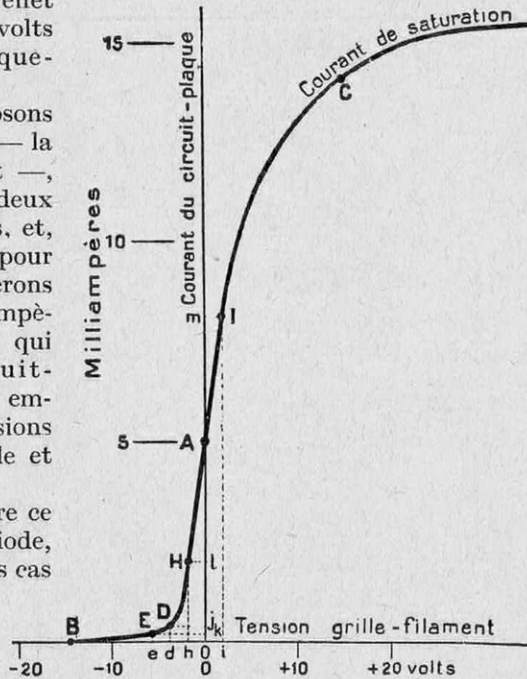
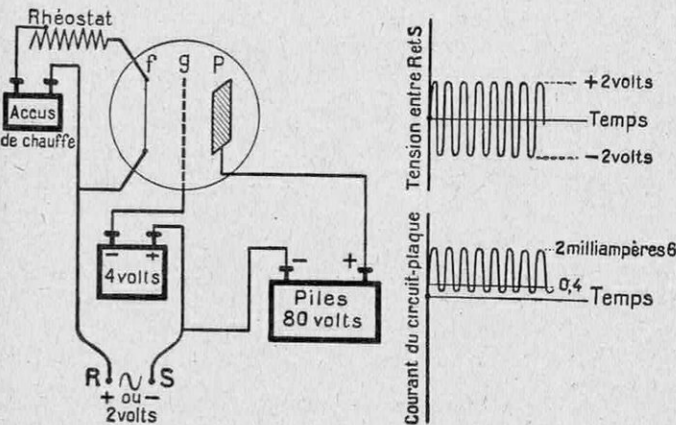
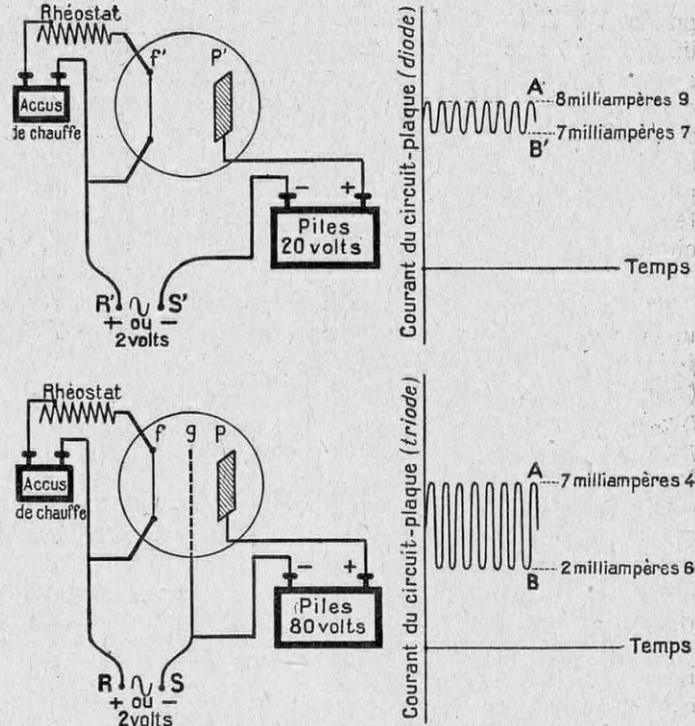
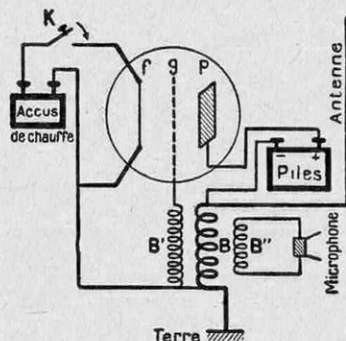

FIG. 15. — LA CARACTÉRISTIQUE (DE PLAQUE) DE LA TRIODE
FIG. 16. — LA LAMPE DÉTECTRICE
FIG. 17. — LA LAMPE AMPLIFICATRICE
FIG. 18
de tous points analogue à la figure 10, montre que la plaque *P* souffre d'un manque d'électrons ; quant à la grille *G*, elle est neutre (ni défaut ni excès d'électrons). Les électrons, émis par le filament incandescent *F*, vont se précipiter sur la plaque *P*, sans se préoccuper de la grille (puisque celle-ci n'agit pas sur eux) : tout se passe ici *comme si la grille n'existait pas*, et les phénomènes seront les mêmes que sur la figure 10. Si nous prenons deux axes rectangulaires (fig. 15), en portant horizontalement les tensions grille-filament et verticalement les courants dans le circuit-plaque (c'est-à-dire les électrons que compte le milliampèremètre, fig. 12, bas), la tension grille-filament est nulle et le courant du
circuit-plaque est, par exemple, 5 milliampères : le point représentatif est *A* (fig. 15).
d'électrons : les électrons émis par *F* vont chercher à « boucher les trous », non seulement de la plaque *P*, mais encore de la grille *G* ; celle-ci favorise donc l'effet de la plaque (1). La plaque sera atteinte par une foule d'électrons et le courant qui traverse le milliampèremètre (fig. 14, bas) sera donc intense, par exemple de 14 milliampères ; et nous obtenons (fig. 15) le point *C* (2).
(1) A la condition naturellement que les « trous » de *G* ne soient pas trop nombreux (que la tension grille-filament ne soit pas trop grande), ce que nous supposons explicitement ; sinon, la plupart des électrons sortis de *F* seraient happés au passage par *G*, qui, alors, contrecarrerait *F*.
(2) Il y a, à nouveau, un « courant de saturation » (fig. 15), qui est obtenu lorsque tous les électrons (que le filament est capable d'émettre) parviennent à la plaque.
dans les mille et un « *montages* » de T. S. F. Référons-nous à la caractéristique de plaque (fig. 15), où le point *D* est défini par une tension grille-filament $O d = - 4$ volts
et par un courant du circuit-plaque $O j = 0$ milliampère 4; cette tension sera réalisée par un bloc de piles de 4 volts, dont le pôle négatif est à la grille *g* (fig. 16, gauche). A cette tension de 4 volts, nous superposons une tension alternative de 2 volts (entre *R* et *S*), dont les variations, en fonction du temps, sont représentées en haut et à droite de la figure 16. Dans ces conditions, la tension entre *g* et *f* oscille entre $O e = - 6$ volts et $O h = - 2$ volts, ce qui correspond aux points *E* et *H* de la caractéristique (fig. 15). Etar+ donné la très forte courbure (en *D*) de cette caractéristique, le courant correspondant à *E* (- 6 volts) sera $O k = 0$ milliampère 2 et le courant corres-
pendant à H (-2 volts) sera $O l = 2$ milliampères 6 : le courant du circuit-plaque restera variable (fig. 16, en bas et à droite), mais il circulera toujours dans le même sens ; si on le « module », c'est-à-dire si on applique, entre R et S , une tension d'amplitude variable, il pourra agir sur un écouteur téléphonique, qu'on introduira dans le circuit-plaque.
D'une part, entre R' et S' (fig. 17, en haut et à gauche), c'est-à-dire entre la plaque et le filament d'une diode ;
D'autre part, entre R et S (fig. 17, en bas et à gauche), c'est-à-dire entre la grille et le filament d'une triode.
Dans le premier cas, nous nous reporterons à la figure 8, qui nous montre que la tension à choisir sera, par exemple, 20 volts, ce que nous obtenons avec le bloc de piles (fig. 17, en haut et à gauche). La tension totale entre la plaque et le filament oscillera ainsi entre 18 et 22 volts, ce qui, d'après la figure 8, fournit un courant variant entre 7 milliampères 7 et 8 milliampères 9, soit 1 milliampère 2 d'écart (fig. 17, en haut et à droite).
Dans le second cas, nous jetterons un coup d'œil sur la figure 15 : la tension alternative est appliquée directement entre la grille et le filament (sans piles). Lorsqu'elle est -2 volts (longueur $O h$), le courant du circuit-plaque est $O l$, soit 2 milliampères 6, quand elle est $+2$ volts (longueur $O i$), le courant du circuit-plaque est $O n$, soit 7 milliampères 4, ce qui représente un écart de 4 milliampères 8 (fig. 17, en bas et à droite).
Pour expliquer le fonctionnement d'une lampe génératrice, autant prendre comme exemple un poste d'émission radiophonique (fig. 18), réduit à ses organes essentiels. Comme pour l'amplification, nous opérons au voisinage du point A du graphique 15 : la tension grille-filament reste nulle en moyenne (il
Quand on ferme le commutateur K , le filament f est porté à l'incandescence : il émet alors des électrons qui atteignent la plaque p , ce qui a pour effet de faire osciller les électrons du « circuit oscillant » (terre - bobine B - antenne). D'elles-mêmes, ces oscillations s'annuleraient vite ; mais elles provoquent dans la bobine B' des oscillations, qui produisent une tension alternative entre la grille g et le filament f . En jetant un coup d'œil sur la figure 15, on voit que cette tension $O i O k O \dots$ provoque un courant $A m A l A \dots$, c'est-à-dire des oscillations entretenues. Le microphone et la bobine B'' ne sont là que pour moduler ces oscillations.
Mais les oscillations dans B engendrent des oscillations dans B' , de telle sorte que la tension grille-filament devient immédiatement alternative : elle est représentée par la suite des points $O i O k O...$, avec 200.000 allers et retours par seconde (fig. 15); il s'ensuit que le courant du circuit-plaque sera pareillement $A m A l A...$, avec 200.000 allers et retours par seconde : les oscillations électroniques dans la bobine B seront ainsi entretenues, et il suffira de les moduler, grâce au microphone et à l'action de B'' sur B (fig. 18), c'est-à-dire de faire varier l'amplitude de ces oscillations, pour que l'antenne émette un rayonnement hertzien, qui, reçu par une antenne réceptrice, donnera des oscillations électroniques dans le poste de l'amateur ; ces oscillations, amplifiées au besoin (fig. 17, bas), puis détectées (fig. 16), agiront sur un écouteur ou sur un haut-parleur, qui reproduiront les sons reçus par le microphone (fig. 18).